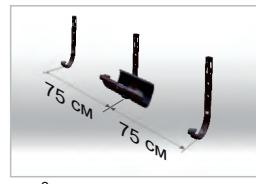

рис. 2
- 1.9 Шаг установки кронштейнов 60 - 90 см. Оптимально – 75 см. При установке кронштейнов на соединителях желобов экономится количество кронштейнов и улучшается надежность системы из-за фиксации стыка двух желобов в одной точке (рис. 2).